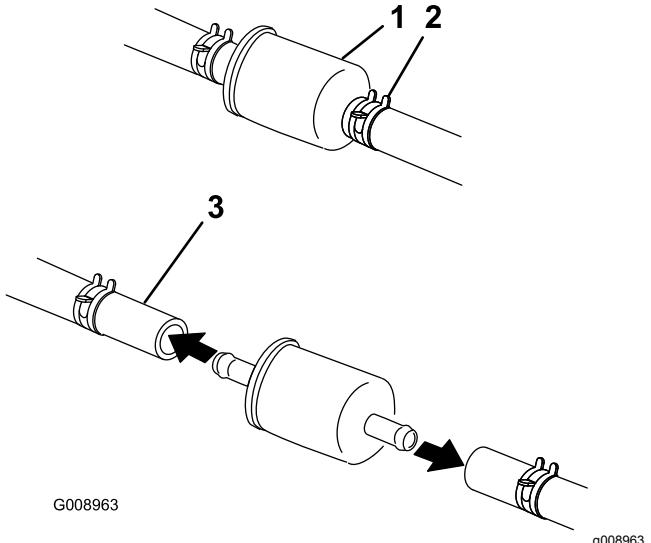

Figure 57
5. Fermez le robinet d'arrivée de carburant sous le siège (Figure 57).
| 6. Pincez les extrémités des colliers et faites glisser ceux-ci pour les éloigner du filtre (Figure 57). | |
8. Posez un filtre neuf et rapprochez les colliers de fixation du filtre (Figure 57).